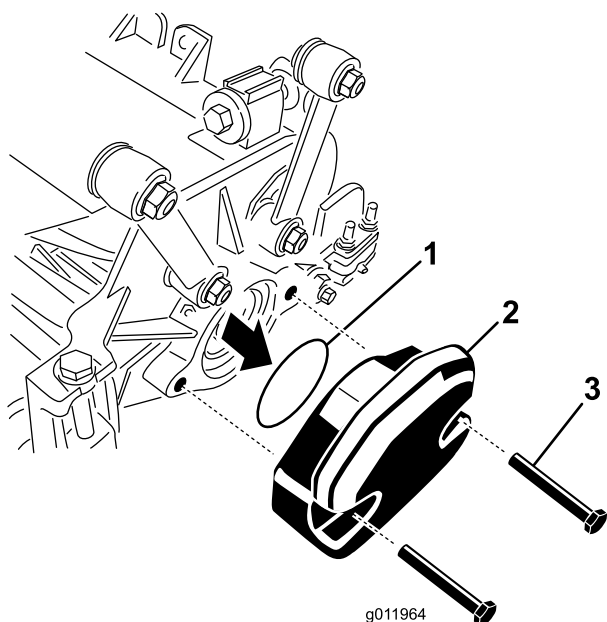

図 6
1. 番のカuttingユニットでは、カウンタウェイトをカuttingユニットの左側に固定しているキャップスクリュー(2本)を取る。カウンタウェイトを取り外す図6。